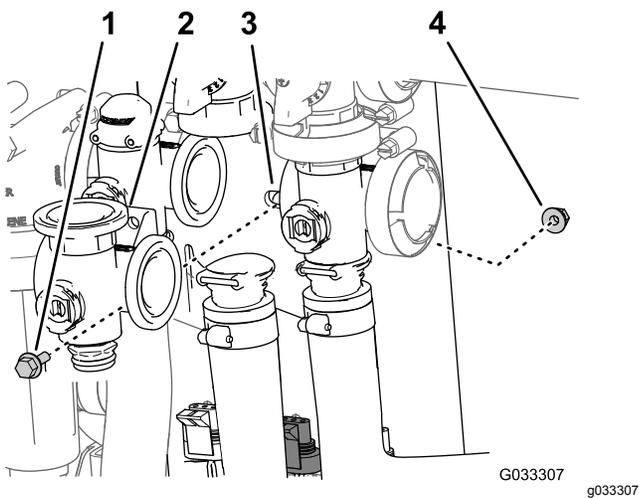

图65
3. 卸下将搅拌阀固定至阀安装座的凸缘头螺栓和凸缘锁紧螺母然后从机器中拆下阀歧管图65。